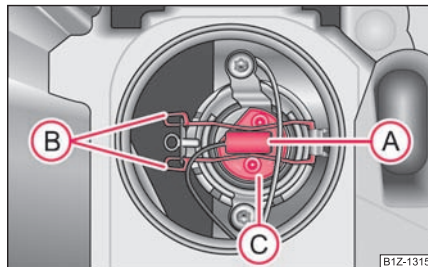

Fig. 245 Desmontaje de la bombilla para luz de carretera
- Retire el enchufe (A) ⇒ página 272, fig. 245.
- Presione el estribo de alambre (B) en el sentido del faro y, a continuación, desengánchelo a un lado.
- Saque la bombilla (C) y coloque una nueva de tal modo, que las lengüetas de fijación del zócalo de la bombilla encajen en los rebajes del reflector.